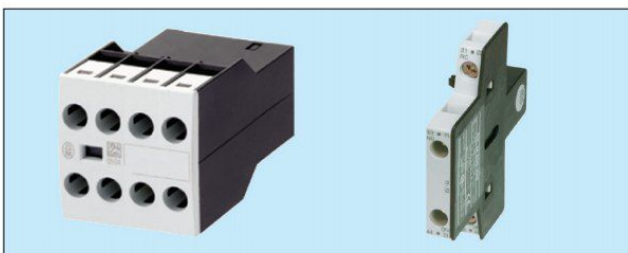

Bild 2: Hilfsschalterbausteine
- Schütze können durch den Anbau von Hilfsschalterbausteinen mit Steuerkontakten erweitert werden (**Bild 2**).